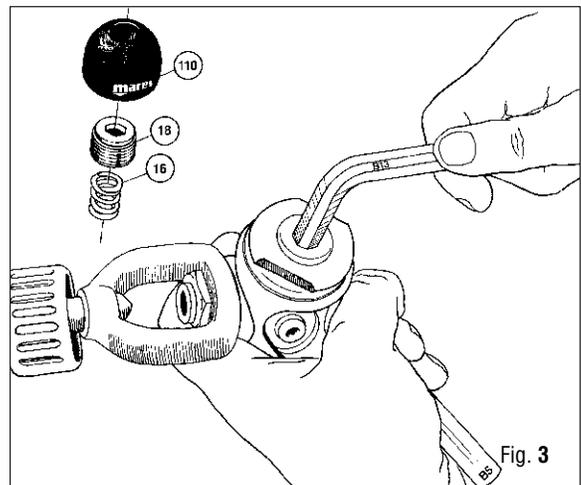

Fig. 3
6. Extraiga de la Primera Etapa, el asiento de la válvula (75) y quite el OR (74).
8. Quite el casco de protección (110).
9. Con la llave hexagonal (B-13), destornille la tuerca de regulación (18) y extraiga el muelle (16). (Fig. 3)